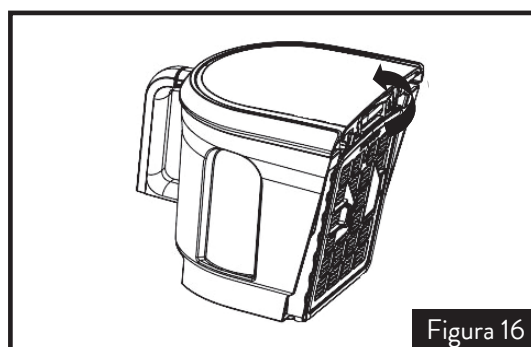

Figura 16
3. Gire el soporte del filtro HEPA (filtro de alto rendimiento) para separarlo de la tapa del recipiente de la basura, como indica la figura 16.